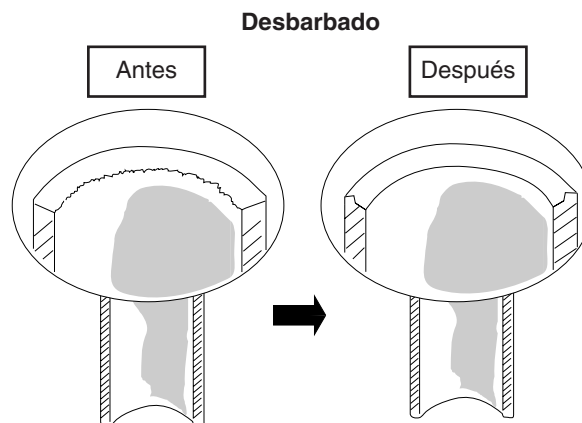

Fig. 6-1
- (1) Cortar el tubo de cobre a la longitud necesaria con una tonzadora de tubos de cuchilla giratoria. Se recomienda cortar aprox. 30 - 50 cm más de la longitud que usted calcule.
- (2) Eliminar las rebabas en las extremidades del tubo de cobre con un escariador de tubos. Este proceso es importante y deberá hacerse con cuidado para obtener un buen abocardado. (Fig. 6-1)